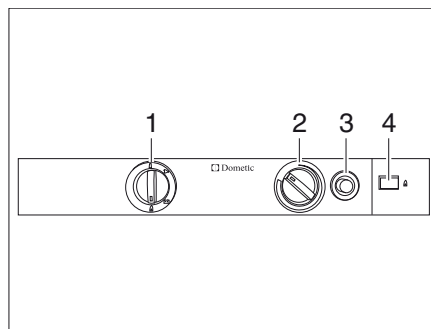

Bild 332 Reglage, knappar för kylskåpet (Dometic 8-serie)
- Ställ energiväljaren (Bild 332,1) i läge "🔥".
- Tryck på vridregulatorn (Bild 332,2), vrid till högsta läge och håll den intryckt i detta läge. Vänta tills gasen strömmar till brännaren.
- Tryck på gaständningsknappen (Bild 332,3) och håll den nedtryckt. Tändning sker automatiskt.
- Håll gaständningsknappen (Bild 332,3) nedtryckt tills flamindikatorn (Bild 332,4) blir grön, släpp sedan upp vridregulatorn.
- Håll vridregulatorn (Bild 332,2) i ytterligare 10 till 15 sekunder, släpp den sedan.
- Ställ energiväljaren (Bild 332,1) i läge "▶".
- Ställ in kyltemperaturen med vridregulatorn (Bild 332,2).
- Ställ energiväljaren (Bild 332,1) i läge "🔋".